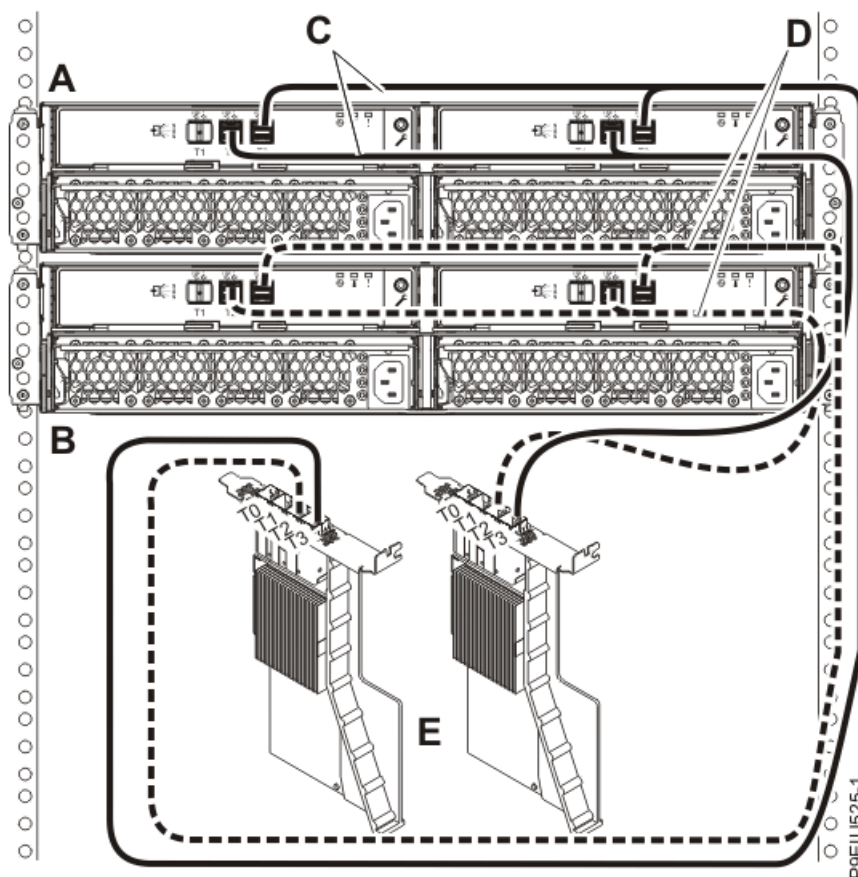

図 21. 4本の Y012 ケーブルを使用した、システム内の PCIe スロット C09 および C12 にある 2つの FC EJ0K SAS アダプターへの 2 台の ESLL ストレージ・エンクロージャーまたは ESLS ストレージ・エンクロージャーのモード 2 接続
21. 26 ページの図 21 に示すように、1 台のエンクロージャー (A) を 4 本の Y012 ケーブル (B) で、システム内の PCIe スロット C09 と C12 にある FC EJ0K アダプター (C) にモード 2 接続します。その後、29 ページの『ケーブルと電源コードの接続およびカバーの取り付け』に進みます。